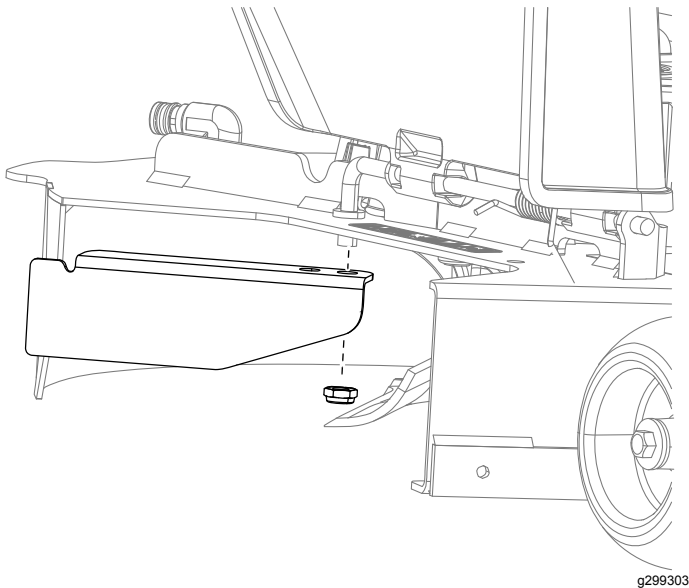

Figura 14
1. Retire o abafador existente da máquina (Figura 14).